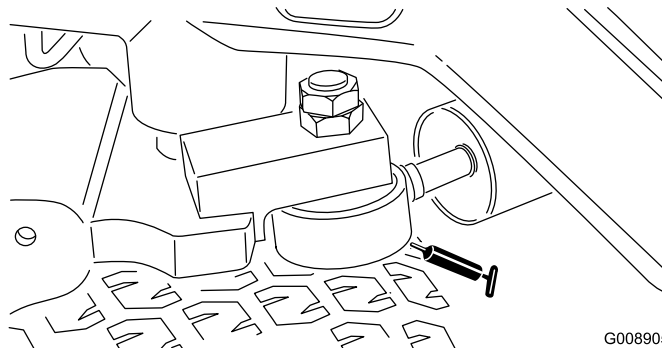

Рисунок 42
**Примечание:** При желании можно установить дополнительную масленку на другой торец цилиндра рулевого механизма. Снимите колесо, установите масленку, заправьте ее консистентной смазкой, снимите масленку и установите пробку (Рисунок 42).